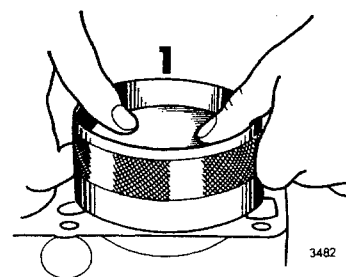

Fig 01-43. Montering av kolv med vevstake
5. Montera kolvarna tillsammans med vevstakarna i sina cylinderröpp, se fig 01-43. Se till att vevstakens nummernummer vänds från kamaxelsidan och att spåret i kolvtaket pekar framåt.